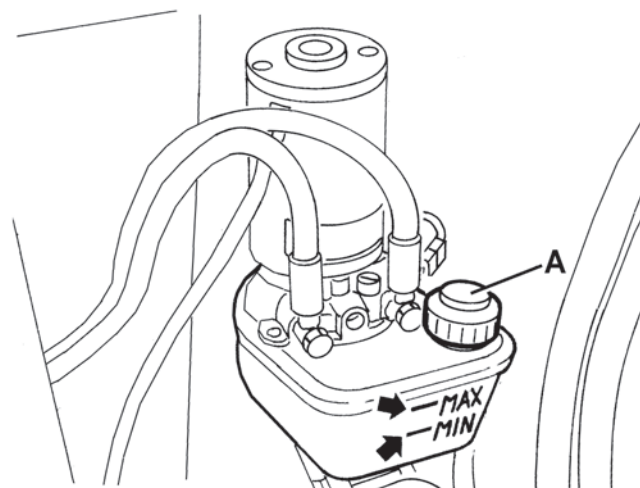

Abbildung 21
1. Den Zündschlüssel (61) auf „0“ drehen und die Feststellbremse anziehen.
2. Die Batteriefachhaube (18) mithilfe des Griffs (41) heben und mit der Stange (52) abstützen.
3. Prüfen, dass der Ölstand im Tank des Hydraulikaggregats (51) zwischen den Markierungen von Mindeststand (MIN) und Höchststand (MAX) liegt, die in Abb. 21 gezeigt sind.
4. Falls erforderlich, den richtigen Stand durch den Deckel (A, Abb. 21) mit dem Öltyp wiederherstellen, der im Abschnitt „Technische Daten“ gezeigt ist.
5. Die Stützstange (52) auslösen und die Haube (18) schließen.